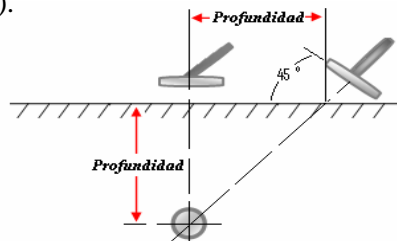

Figura 33. Determinación de la profundidad
- La distancia movida es igual a la profundidad a la cual se encuentra enterrado el conductor (Figura 33).